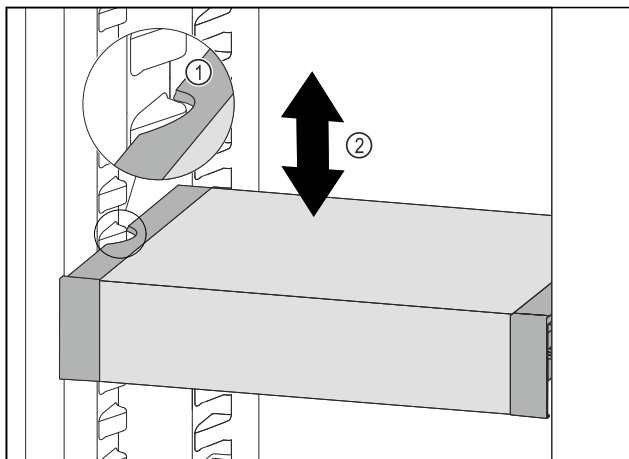

Fig. 91
- ▶ Trageți în față VarioSafe, până când degajările laterale ale VarioSafe se află la înălțimea nervurii recipientului din frigider. Fig. 91 (1)
- ▶ Mișcați în sus sau în jos VarioSafe în frigider, până când este atinsă înălțimea dorită. Fig. 91 (2)